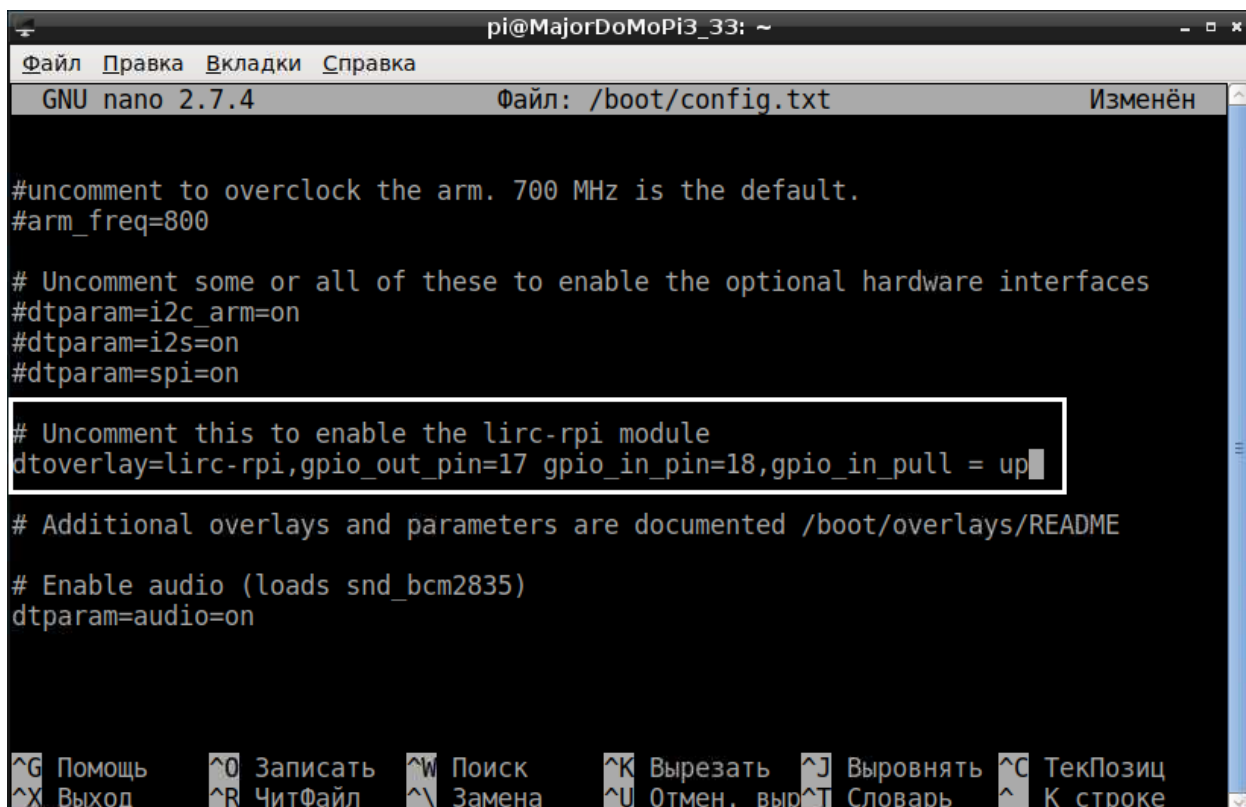

Рис. 7.9. Изменения в загрузочном файле для Raspberry Pi
*Команда для работы с подобными файлами выглядит следующим образом: `sudo nano /boot/config.txt`. В окне редактора nano после исправлений и добавлений следует выполнить последовательность команд (горячие клавиши клавиатуры): **ctrl+o**, **Enter**, **Ctrl+x** (рис. 7.9).*